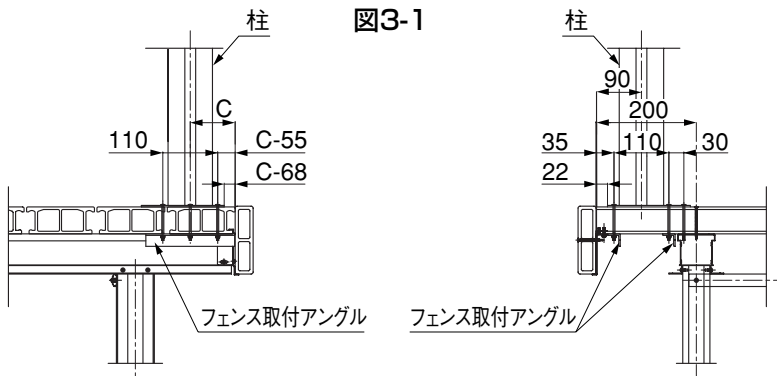
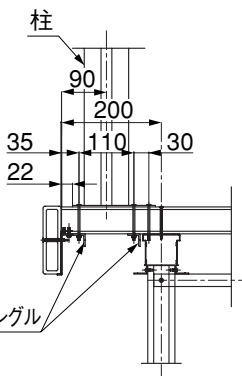

図4-2 (a)矢視図
図4-3 (b)矢視図
- デッキの側面に立てる場合は図4-2、4-4、前面に立てる場合は図4-3、4-5を参照してください。
- 図4-2のC値の最小値は90mmです。
- 図4-2のC値はフェンス取付アングルが手で届く範囲で自由に設定することができます。
- ② ネジ位置をマーキングしてください。